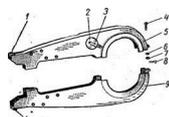

Рис. 46. Кожух задней цепи:
**Кожух цепи.** Защитный кожух цепи (рис. 46) стальной. Он состоит из двух половин, верхней 5 и нижней 9. На концах кожуха, входящих в удлинитель, расположенный на картере двигателя, установлены резиновые уплотнения 1. Задние части половин кожуха охватывают через кольцевое резиновое уплотнение металлический диск, насаженный на полую ось звездочки заднего колеса, и стягиваются винтом 4 с гайкой 7 и шайбой 6, предохраняемыми от самоотвинчивания шплинтом 8.